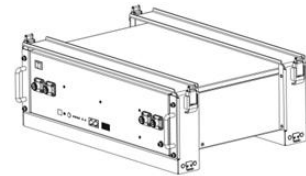

Figura 3-4
1. Coloque el UE-48LI3750I y soportes como se muestra en la figura 3-4, y inserte el UE-48LI3750I en el soportes. Utilice 4 tornillos para fijar el módulo en el soporte frontal.